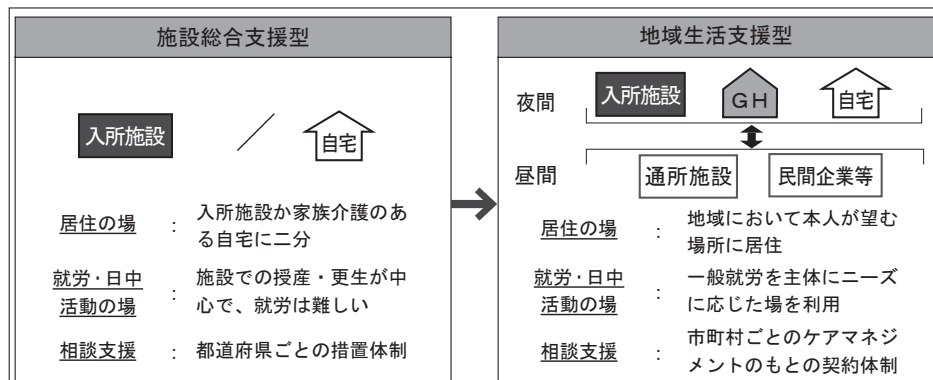

図1 障害者福祉施策の転換^{注1)}
障害者の生活の場は、戦後に制定された福祉制度の元で、隔離収容型の施設か自宅か、という選択肢しかない状況（施設総合支援型、図1）が長く続いていた。しかし、当事者や支援者の地域で生活をしたいという要求運動等の取り組みが続けられ、ノーマライゼーションの思想の広まりもあり、近年では障害者の施設は「療育や訓練の場」から、「暮らしの場」へと捉え直しが進んできている。
特に2000年代に入ってから、障害者自立支援法や障害者総合支援法等の制定により、障害者の地域生活を支援する「地域生活支援型」の体制へと大きな転換がみられる（図1）。その転換を建築計画学の視点からみると、三つの特徴を指摘できる。それは、①障害者にとって居住の場の選択肢が広がった、②職住分離の理念のもと支援サービスが昼夜で分割され、障害者は支援サービスを選択し組み合わせられるようになった、③個別性に合う支援サービスを受けられるように、ケアマネジメントのものの契約体制がひかれた、の三点である。
法人が前述のように展開してきた支援サービスだが、ここでは各施設・事業所の支援サービスを「施設総合支援型、地域生活支援型」と「居住の場、就労・日中活動の場」の枠組み（図1）を通して分析し、なぜそのような支援サービスが取り組まれたかということを利用者のニーズや社会背景も併せて考察することで、法人の支援SNWの発展過程における段階を見出していきたい。